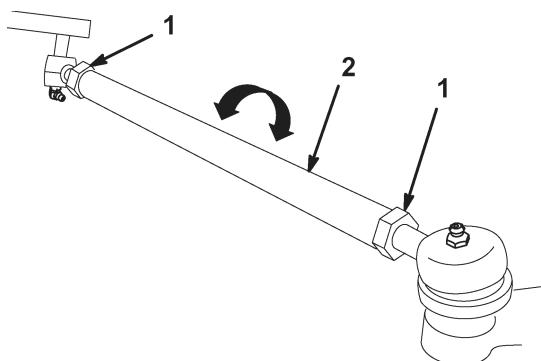

Bild 28
3. Lockern Sie zum Einstellen die Klemmmuttern an beiden Enden der Zugstangen (Bild 28), wenn das Maß über 6 mm liegt.